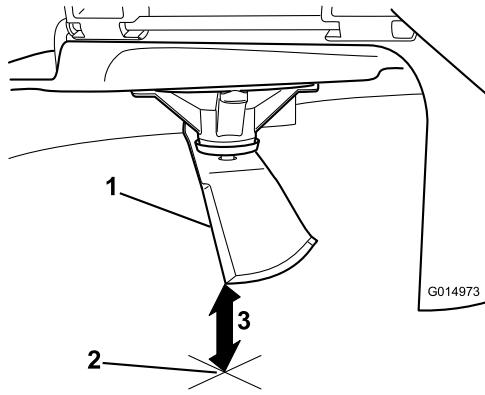

Figura 71
3. Măsurai de la vârful lamei până la suprafața plană (Figura 71).